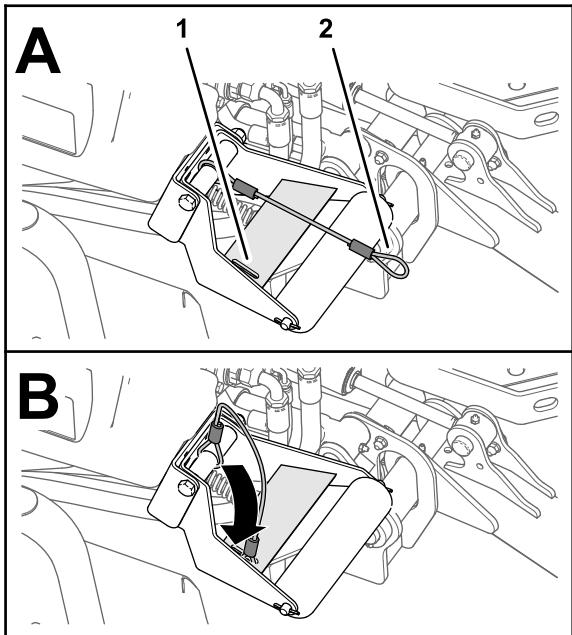

Рисунок 27
4. При опущенных режущих блоках вставьте петлю стропа в паз усиливающей пластины опоры валика (Рисунок 27).